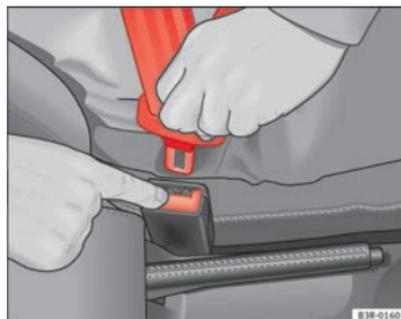

Fig. 15 Soltar a lingueta do fecho do cinto
- Pressionar o botão vermelho existente no fecho do cinto ⇒ Fig. 15. A lingueta solta-se para fora do fecho ⇒ ⚠.